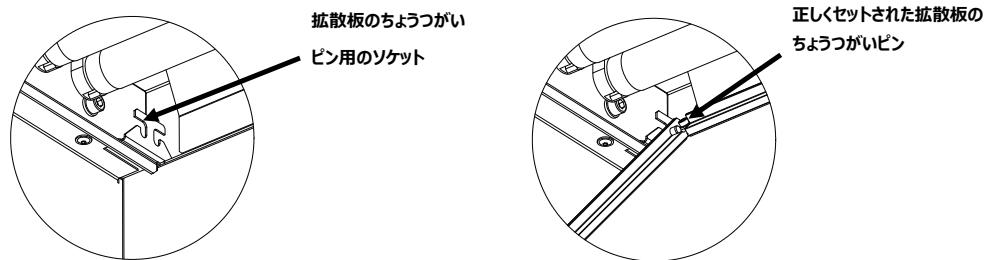

図9: ソケット
- 光源装置本体後部の後角にある隙間のソケットの前に、後方の各角にある拡散板のちょうつがいピンを挿入します。（図9参照）